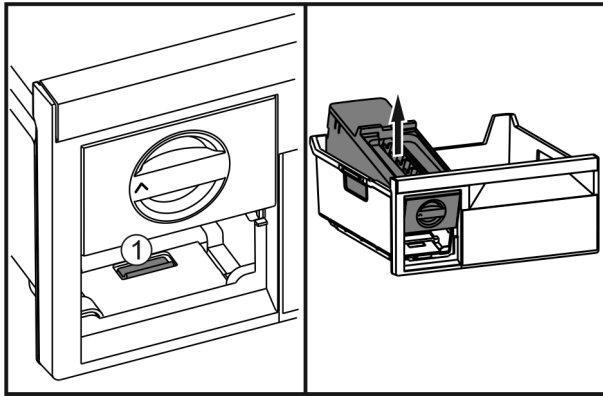

Fig. 37
- ▶ Lip Fig. 37 (1) indrukken, EasyTwist-Ice van achter optillen en uit de vrieslade nemen.